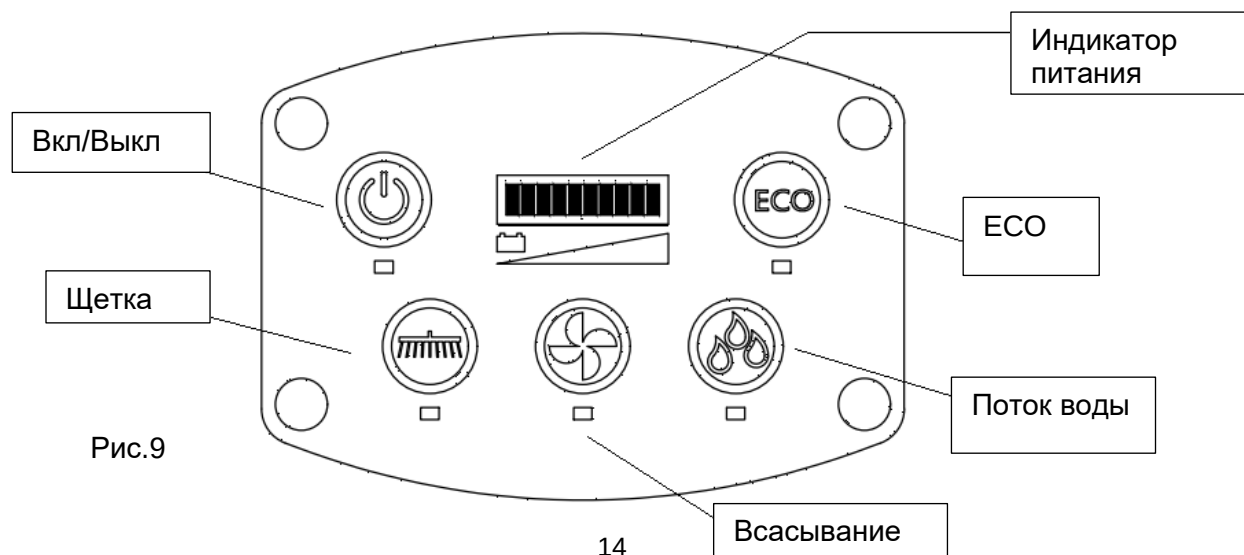

Рис.9
8. Выполняйте операции на панели управления в зависимости от реальных потребностей. Для обычной мойки полов необходимо одновременно включить кнопку щетки, кнопку всасывания и кнопку подачи воды. (Рис.9)